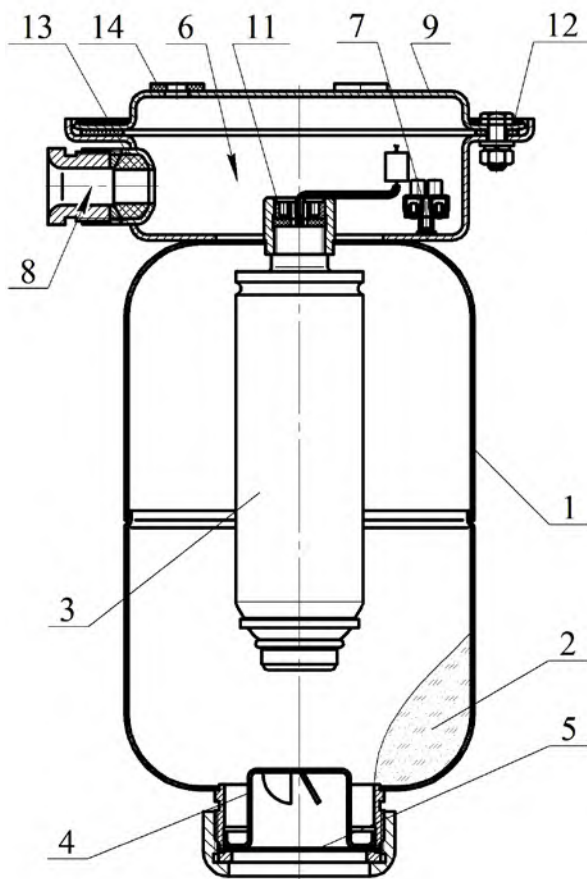
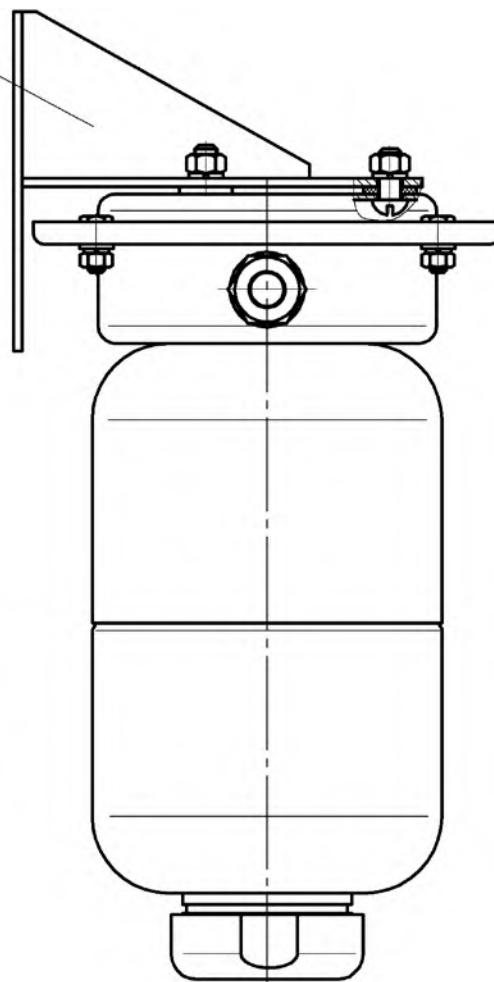

Рисунок 1
Рисунок 2
В верхней части МПП снабжён кронштейном **9** для крепления к потолочному перекрытию (рисунок 1) или кронштейном **10** для крепления к стене (рисунок 2).
2.1.3 Закрепить кронштейн **9** (см. рисунок 1) на потолке или кронштейн **10** (см. рисунок 2) на стене. Координаты отверстий в кронштейне, предназначенном для крепления МПП на потолке, приведены на рисунке 4а), на стене – на рисунке 4б).